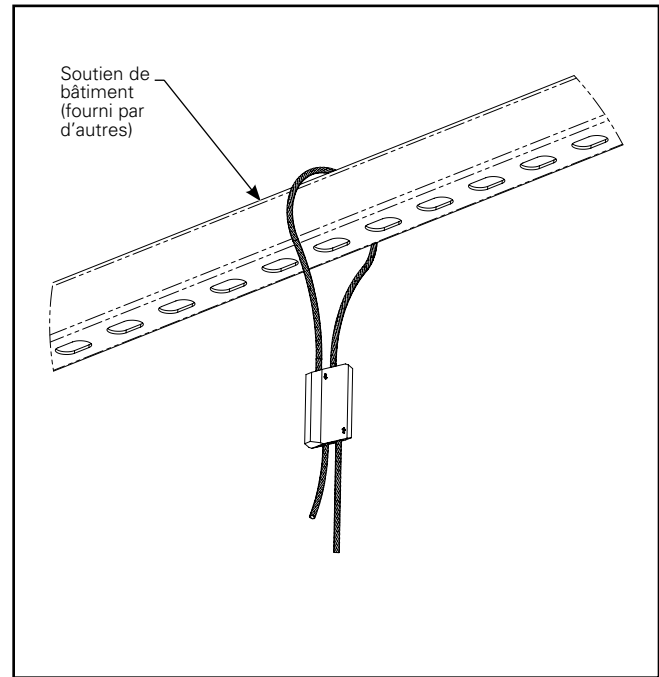

Figure 3.
3. Trouvez la structure de soutien appropriée et fixez la pince de serrage comme illustré à la Figure 3.